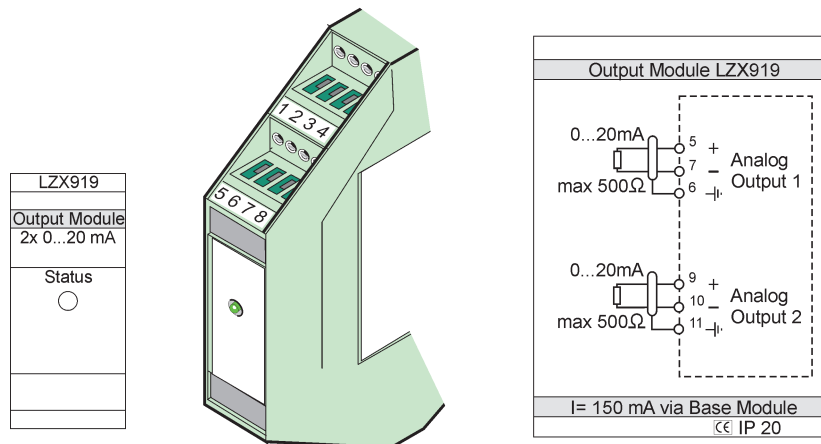

Figura 78 Módulo de salida externo
3. Realice las conexiones adecuadas como se muestra en la Figura 78 y en la Tabla 51.